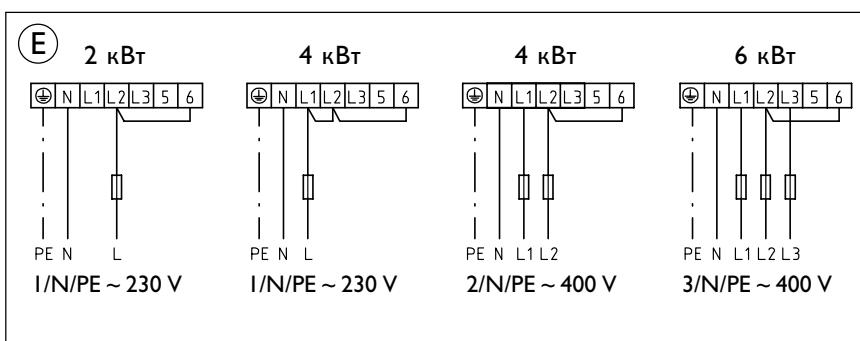

рис. 15
- E. Подключение без возможности использования режима быстрого подогрева, рис.15.**